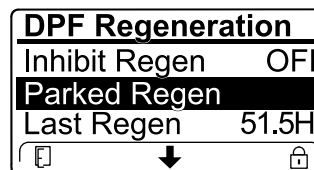

Figura 77
- Si el ordenador del motor solicita una regeneración de recuperación o si está procesando una regeneración de recuperación y se desplaza hasta la opción PARKED REGEN (Regeneración con la máquina aparcada), la regeneración con la máquina aparcada se bloquea y aparece el icono del candado (Figura 77) en la esquina inferior derecha del InfoCenter.